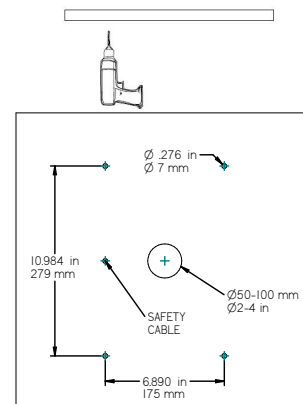

FIGURE 2
- Percez des trous dans le plafond selon le modèle illustré (vous pouvez utiliser le luminaire lui-même comme modèle pour les trous de montage) (Fig.2)